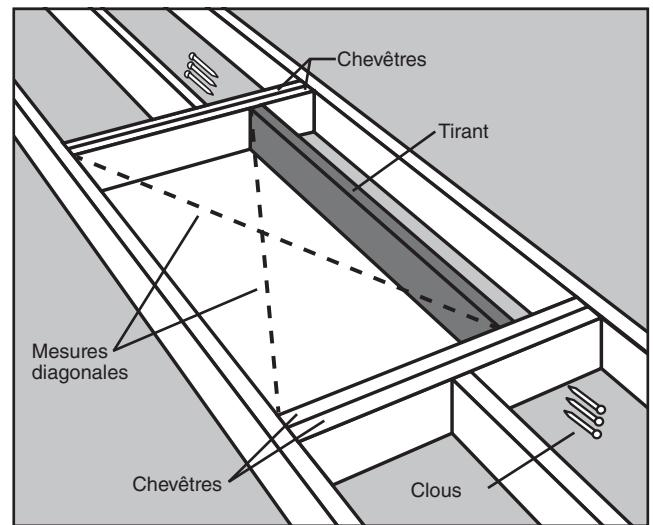

FIGURE 18
ÉTAPE 4. Positionnez la ou les entretoises le long du ou des côtés non-encadrés de votre emplacement (Voyez la Figure 18). Vérifiez que les dimensions intérieures de l'encadrement restent à au moins à 57.1 x 137.2 cm (WH2208 et WH2210), 63.5 x 137.2 cm (WH2508 et WH2510) ou 77.5 x 137.2 cm (WH3008 et WH3010).
ÉTAPE 5. Pour fixer le ou les tirants sur les chevêtres, utilisez des clous qui soient suffisamment longs pour traverser les deux chevêtres et entrer dans le tirant d'au moins 2.5 cm. Mettez- la ou les entretoises perpendiculairement aux rives et plantez (3) clous 16d au travers des rives et dans l'entretoise. Vérifiez la perpendicularité, puis clouez à l'autre extrémité. Vérifiez la perpendicularité des côtés de l'ouverture en mesurant ses diagonales. **Ces mesures doivent être égales à 3 mm près pour que la perpendicularité soit acceptable** (Voyez la Figure 18).